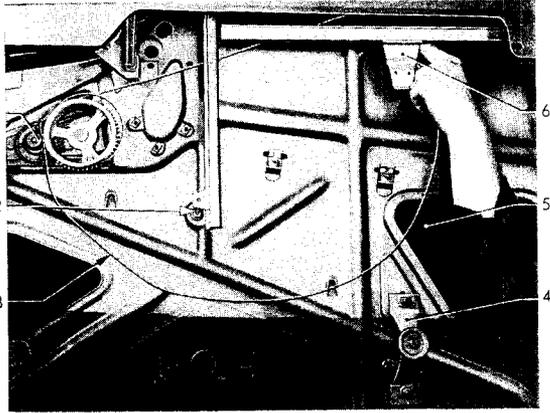

Bild 104 - Seil auf obere Führungsrolle auflegen
3. Seil im Türinnern durch hintere Montageöffnung auf obere Seilführungsrolle auflegen (Bild 104).